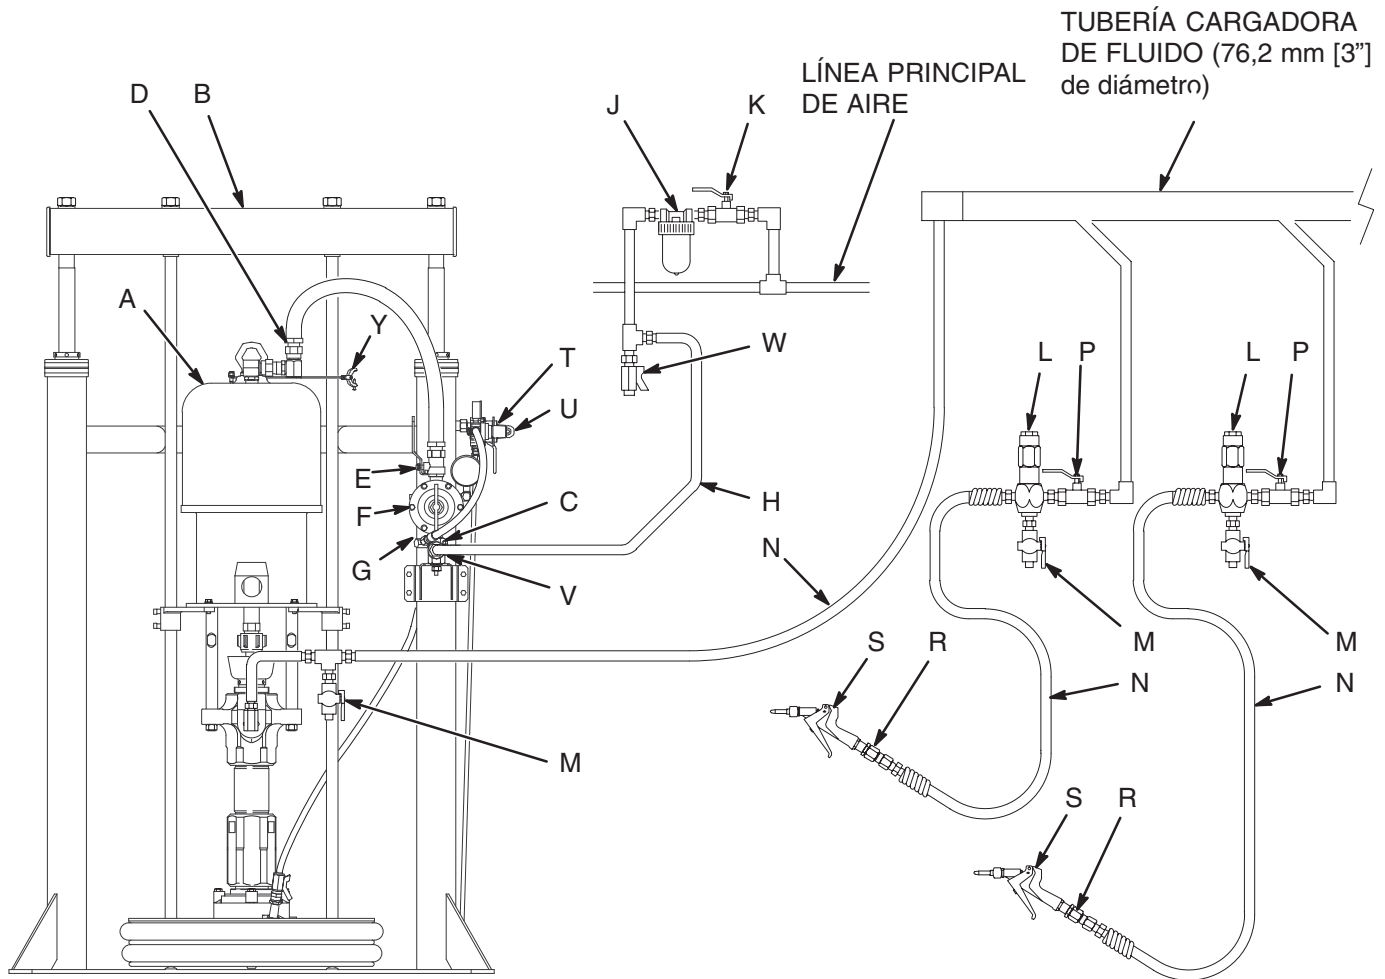

Fig. 3
La instalación típica, mostrada en las Fig. 3 y 4, se ofrecen sólo como guía para la selección y la instalación de los componentes y accesorios del sistema. Contacte con su distribuidor Graco para obtener información y ayuda para planificar un sistema adecuado para sus necesidades personales.
Monte la bomba (A) de forma que se ajuste al tipo de instalación planificada. La Fig. 3, en la página 8, presenta una bomba montada sobre una carretilla en un sistema de carga múltiple. En la página 45 se muestran las dimensiones de la bomba y la disposición de los orificios de montaje.
Instale los siguientes accesorios en el orden indicado por la Fig. 3, utilizando adaptadores donde sea necesario:
Instale los siguientes accesorios en los lugares indicados por las Fig. 3 y 4, utilizando adaptadores donde sea necesario:
- Instalar **una válvula de paso de fluido (P)** en cada caída de la pistola/válvula, para aislar la pistola/válvula y los accesorios del fluido para las operaciones de mantenimiento.
- Instalar **una válvula de drenaje del fluido (M)** cerca de la salida de fluido de la bomba, y cada puesto de pistola/válvula. La válvula de drenaje es necesaria en su sistema para liberar la presión de fluido en la base de bomba, la manguera y al pistola/válvula (consulte la **ADVERTENCIA** de la columna de la izquierda). Las válvulas de drenaje de los puestos de pistola/válvula pueden montarse en la base de **un regulador de fluido (L)** utilizando un adaptador.
- **Un regulador de fluido (L)** controla la presión de fluido a la pistola/válvula, y amortigua los aumentos bruscos de presión.
- **Una pistola o válvula surtidora (S)** surte el fluido. La pistola ilustrada en la Fig. 3 es una pistola surtidora de alta presión para fluidos de alta viscosidad.
- **Una pieza giratoria para la pistola/válvula (R)** permite el libre movimiento de la pistola/válvula.